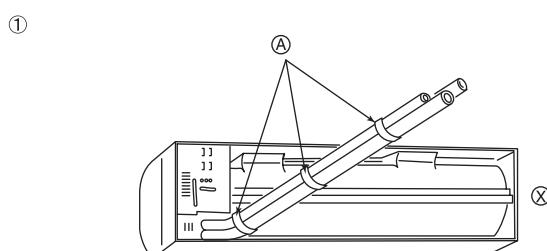
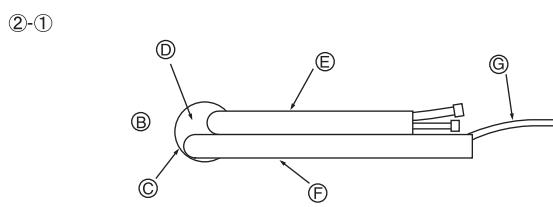

Fig. 3-4
Fig. 3-5
① Tubagens da retaguarda, da direita e inferior (Fig. 3-4)
② Fita de vinilo
③ Esta ilustração é vista pelas traseiras do aparelho.
④ Tubagens do lado esquerdo e da retaguarda esquerda
- ②-① Para as tubagens da retaguarda esquerda, extraia os tubos do furo para determinar o seu comprimento exacto e vergue-os. A unidade interior deve ser fixada na placa de montagem na parede. (Fig. 3-5)
⑤ Parede
⑥ Furo de parede
⑦ Secção em curva
⑧ Tubo de refrigerante
⑨ Tubo de drenagem
⑩ Cabo de transmissão